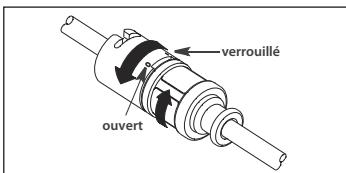

Figure 6
- b. Si une gaine anticontamination du cathéter est utilisée avec un adaptateur TwistLock, visser la moitié supérieure de l'embase distale dans le sens des aiguilles d'une montre pour fixer le cathéter en place. Replacer l'extrémité proximale de la gaine du cathéter dans la position souhaitée. Visser les moitiés supérieure et inférieure dans des directions opposées pour la fixer en place. Tester l'adaptateur en tirant doucement sur le cathéter pour obtenir une préhension sûre du cathéter (voir Figure 6).